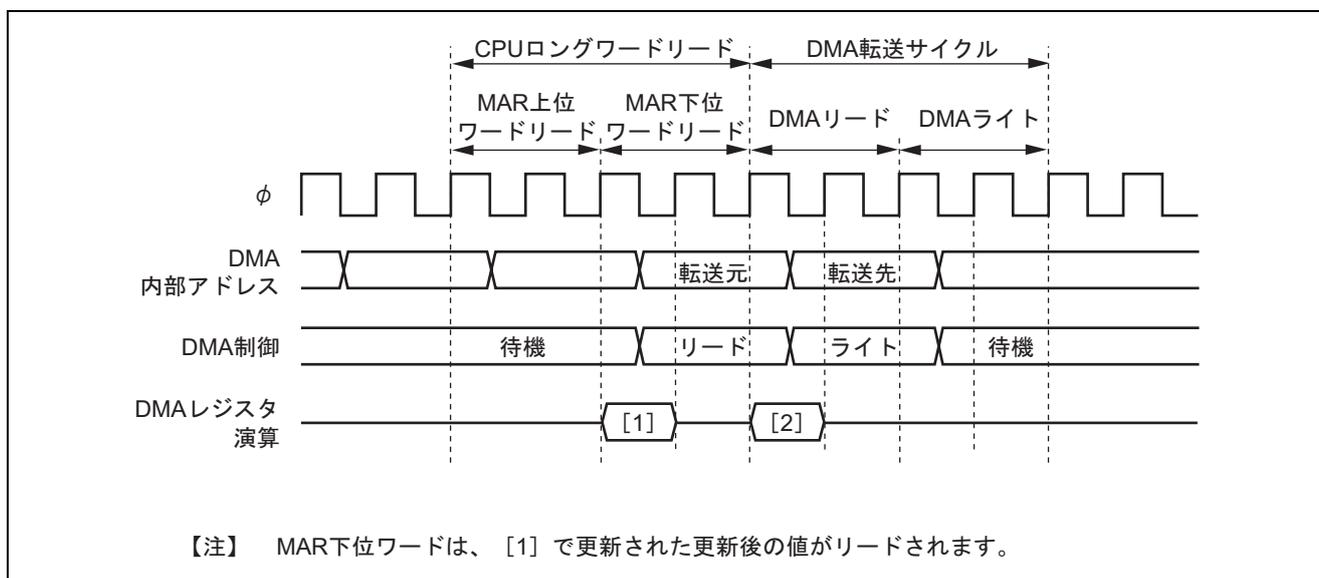

図 7.40 DMAC レジスタの更新と CPU リードの競合
- DMACのレジスタリード直後にDMACの転送サイクルが起ると、図7.40のようにDMACのレジスタがリードされます。